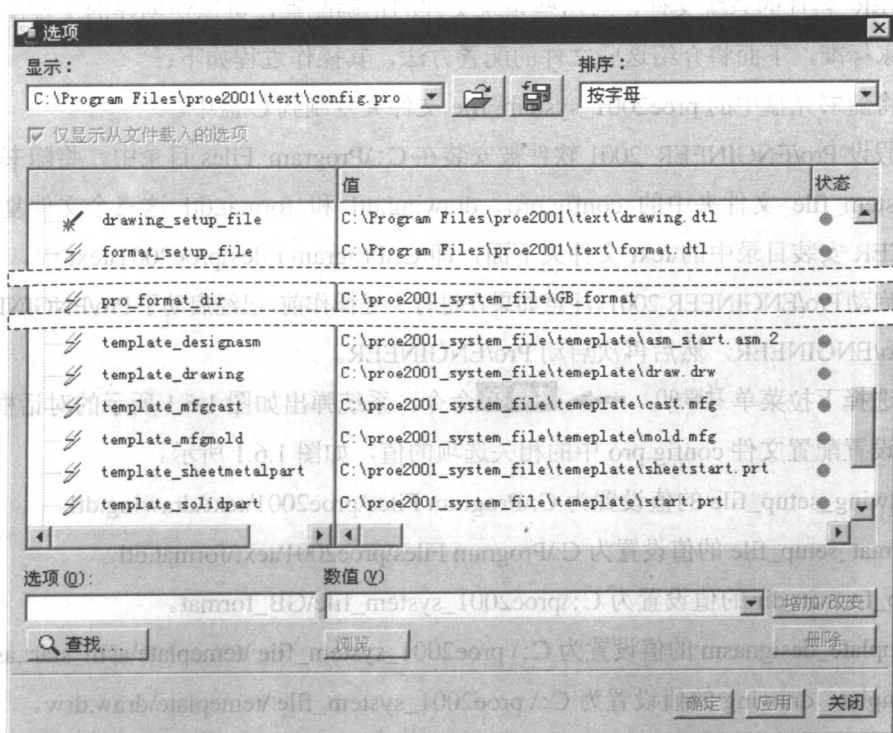

图 1.6.1 “选项”对话框
Step4. 选择下拉菜单 功能(U) → 选项(O) 命令，系统弹出如图 1.6.1 所示的对话框。
Step5. 设置配置文件 config.pro 中的相关选项的值，如图 1.6.1 所示。
(1) drawing_setup_file 的值设置为 C:\Program Files\proe2001\text\drawing.dtl。
(2) format_setup_file 的值设置为 C:\Program Files\proe2001\text\format.dtl。
(3) pro_format_dir 的值设置为 C:\proe2001_system_file\GB_format。
(4) template_designasm 的值设置为 C:\proe2001_system_file\temeplate\asm_start.asm。
(5) template_drawing 的值设置为 C:\proe2001_system_file\temeplate\draw.drw。
(6) template_mfgcast 的值设置为 C:\proe2001_system_file\temeplate\cast.mfg。
(7) template_mfgmold 的值设置为 C:\proe2001_system_file\temeplate\mold.mfg。
(8) template_sheetmetalpart 的值设置为 C:\proe2001_system_file\temeplate\sheetstart.prt。
(9) template_solidpart 的值设置为 C:\proe2001_system_file\temeplate\start.prt。
① 在如图 1.6.1 所示的“选项”对话框中，先在对话框中部的选项列表中找到并单击选项 drawing_setup_file。